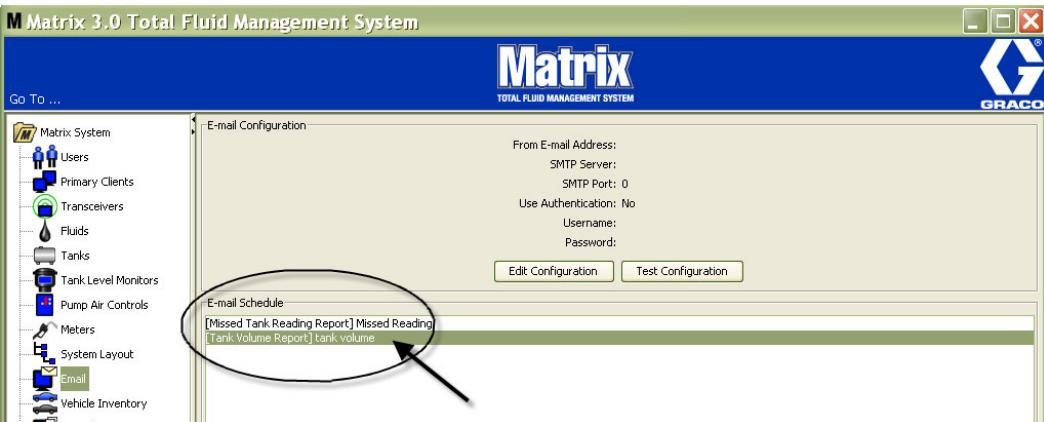

Рис. 144
- Все созданные события отправки электронных писем показаны в части «E-Mail Schedule» [Планирование отправки электронной почты] экрана настройки электронной почты Рис. 144.